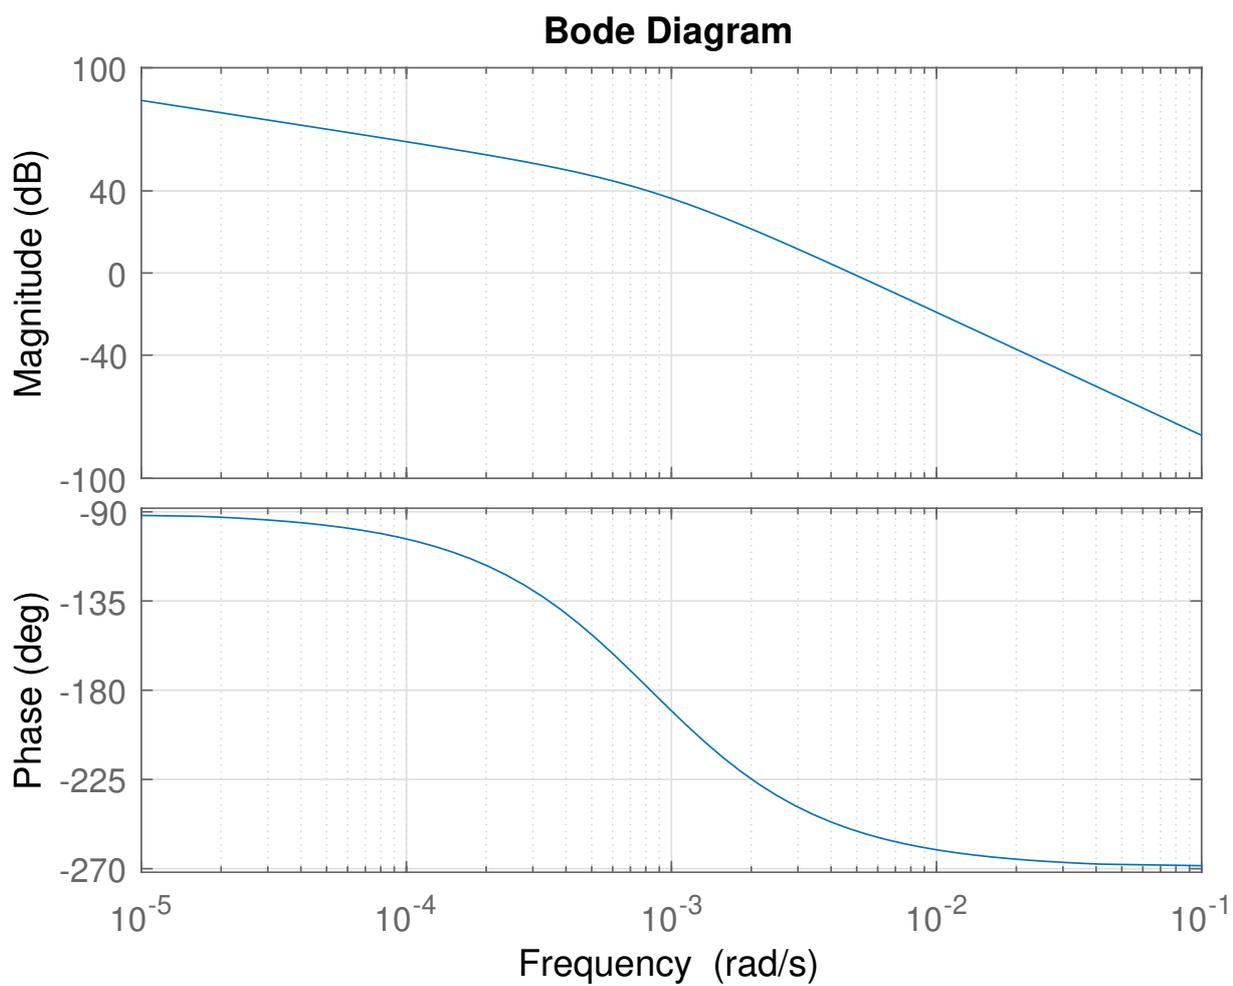

FIGURE 2.2 – Boucle ouverte avec un correcteur proportionnel de gain $K = 8$
6. Le lieu de transfert de la boucle ouverte pour $K = 8$ représenté dans le plan de Bode est donné figure 2.2. Retrouver le résultat de la question précédente dans ce plan.